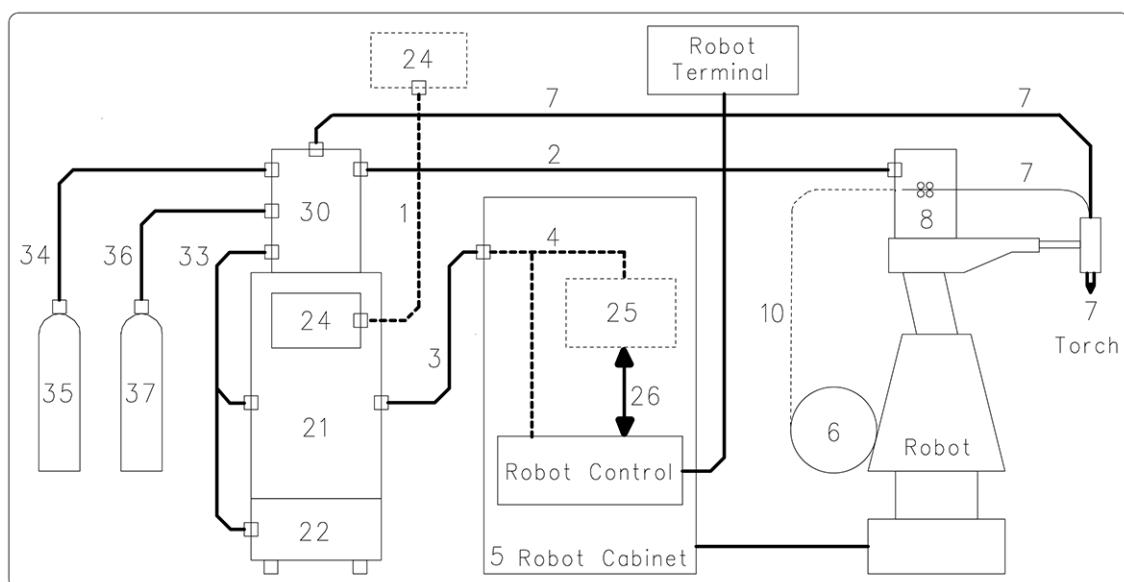

fig. 2
Este sistema está compuesto por un generador, un panel de control (opc.), un grupo de enfriamiento interno o externo, un carro arrastrahilo, una consola plasma (opc.) y una interfaz robot (opc.) (fig. 2).
- Fig. 2
NOTA: Si el control robot (robot control en fig. 2) dispone de una línea de comunicación de tipo CANopen DS401, la interfaz (25) y el cable (26) no son necesarios; en esta configuración utilizar el Art. 2063 en combinación con el Art. 2054.
### 2.1 Puesta en funcionamiento (fig. 2)